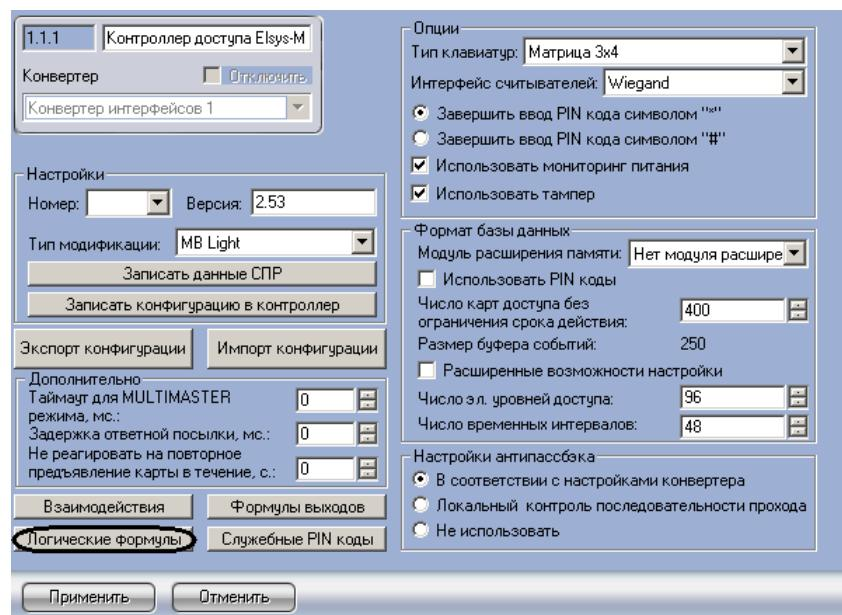

Рис. 3.3-21 Задание логических формул
- Перейти на панель настроек объекта **Контроллер доступа Elsys-MB** и нажать кнопку **Логические формулы** (Рис. 3.3-21).